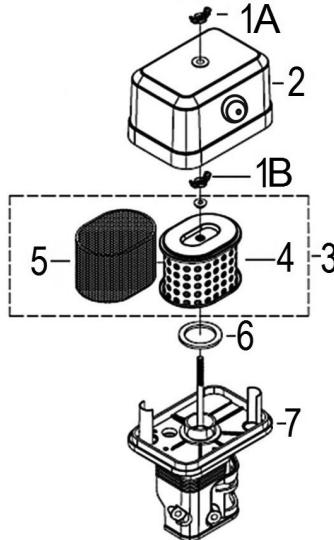

Рис. 10 Обслуживание воздушного фильтра
- Открутите барашковую гайку 1А и снимите крышку 2 воздушного фильтра (Рис. 10).
- Открутите барашковую гайку 1В и снимите воздушный фильтр 3 в сборе (Рис. 10).
- Проверьте целостность и чистоту фильтрующих элементов. Поролоновый (предварительный) фильтрующий элемент 5 установлен на корпусе бумажного фильтрующего элемента 4 (Рис. 10).
5. Произведите очистку основания 7 и крышки 2 воздушного фильтра, не допуская попадания пыли и грязи в воздуховод, ведущий к карбюратору (Рис. 10).
7. Перед установкой воздушного фильтра убедитесь, что уплотнительное кольцо 6 воздушного фильтра находится на месте и не имеет повреждений (Рис. 10).